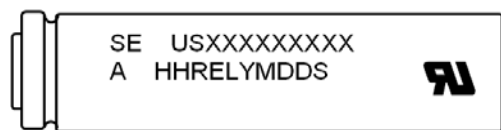

Fig.1
- 6.2 Trade Mark (Fig.1 : USXXXXXXXXXX) 登録機種名 (Fig.1 : USXXXXXXXXXX)
- 6.3 Plant (Fig.1 : A for plant code) 製造所 (Fig.1 右記図 : A)
【Fig.1】 K : Sony Energy Devices Corp. Koriyama Plant. K : ソニーエナジー・デバイス(株)郡山事業所
- 6.4 Specification (Fig.1 : HH for Cell Type) 仕様 (Fig.1 : HH)
- 6.5 Lot Number (Fig.1 : YMDDS for Manufacturing Date of Cells)
ロット、セル製造年月日 (Fig.1 : YMDDS)
Lot Number (Fig.1 : YMDDS for Manufacturing Date of Cells)